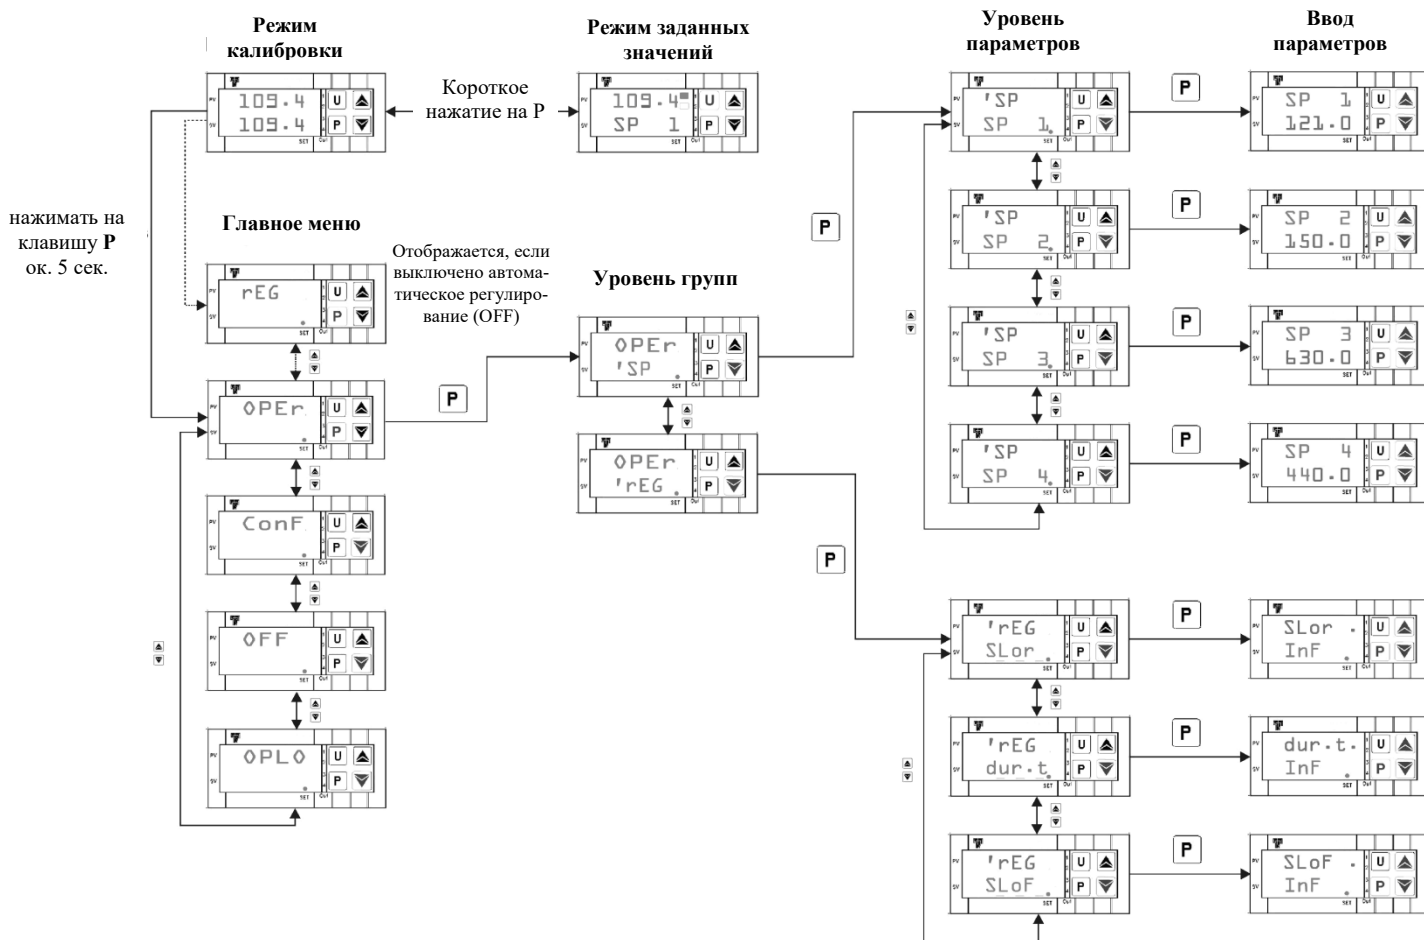

Рисунок 3.10 – Структура меню
- При помощи клавиш ▼ ▲ необходимо выбрать соответствующее главное меню (см. рисунок 3.10).